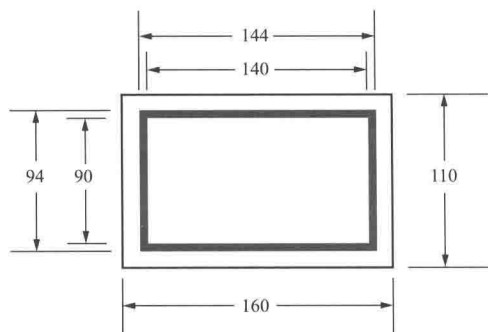
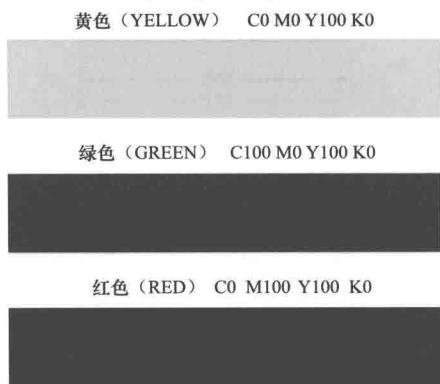

图 1-18 母线标志牌尺寸参考类型 (三)
图 1-19 母线标志牌标准色
(4) 母线标志牌尺寸参考类型（三）如图 1-18 所示。
(5) 对于特殊情况的母线其标志尺寸可采用等比例放大或缩小。
(6) 母线标志牌标准色如图 1-19 所示。